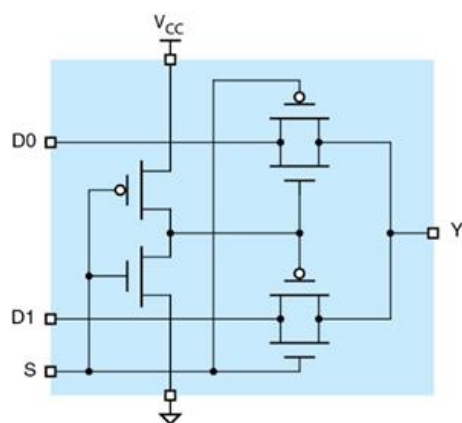

图 11.17 用传输门实现 2 路选择器的原理图
④ 保存该电路设计文件，设置文件名为 2-1MUX-1.circ。
4) 根据图 11.17 所示的电路图，利用传输门实现 2 路选择器。
实现图 11.17 中 2 路选择器的部件包括 1 对 CMOS 晶体管、2 个传输门、2 个输入引脚、1 个输出引脚、1 个电源、1 个地线。